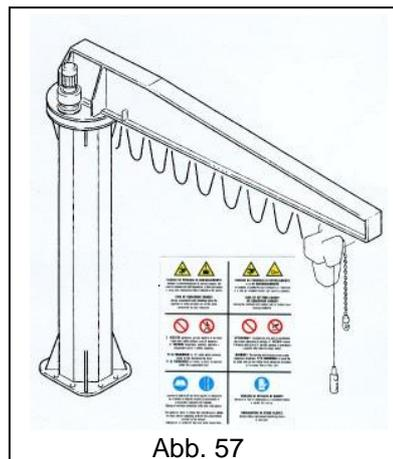

Abb. 57
- STETS** die Anweisungen und Warnhinweise auf der Maschine beachten; die Warnschilder am Kran und in den Verkehrsbereichen dienen der Unfallverhütung und müssen stets einwandfrei lesbar sein (Abb. 57).